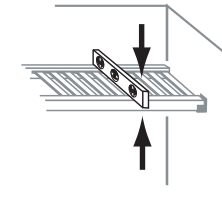

FIG. 1.5
8. Nivele el estante (de adelante hacia atrás, Fig. 1.5)